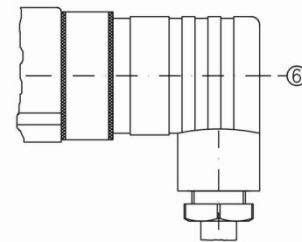

Abb. 12
- Stecken Sie die Leitungsdose ② auf den Gerätestecker ③ und ziehen Sie die Zentralschraube ⑥ an (→ Abb. 12).